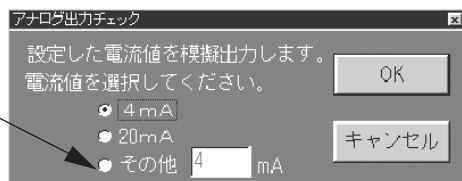

図51
- ③ 図51のような画面が現れますので、模擬出力値を選択し、「OK」ボタンをクリックしてください。ただし、“4 mA”、“20mA”以外のアナログ値(4～20mA間の任意の電流値)を出力させる場合は「その他」を選択し、出力させるアナログ値を入力後「OK」ボタンをクリックしてください。
- ⑤ 「停止」ボタンをクリックすると図51のメッセージボックスに戻りますので他の出力値のチェックを行う場合は③と同様の設定と操作を行います。「アナログ出力チェック」を終了させる場合は図51のメッセージボックスにおいて「キャンセル」ボタンをクリックしてください。